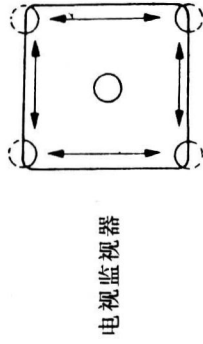

图 46
- ② 高速快门开关置于“ON”位置;
- ③ 跳线连接 TP10 和 TP11,使光圈全部开启;
- ④ 调节“开花”控制 VR201,使监视到的图像开花现象消失;
- ⑤ 进一步确认,高速快门置于“ON”和“OFF”两种状态时,即使在摄像位置移动到图 46 所示位置时,监视图像上仍无开花现象。